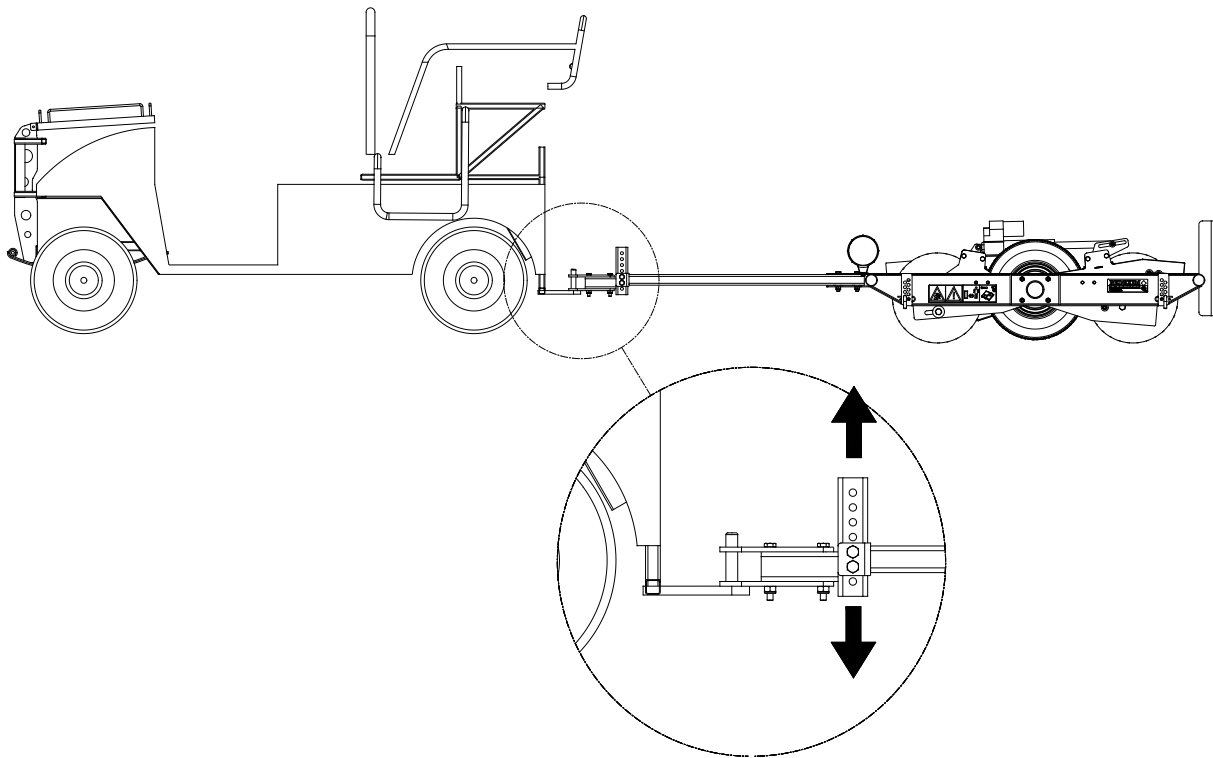

Fig. 9
3. Quindi controlla che la Speed-Brush sia in posizione orizzontale. In caso contrario, è possibile effettuare questa impostazione allentando i due bulloni e selezionando una posizione più alta/ più bassa (fig. 9).